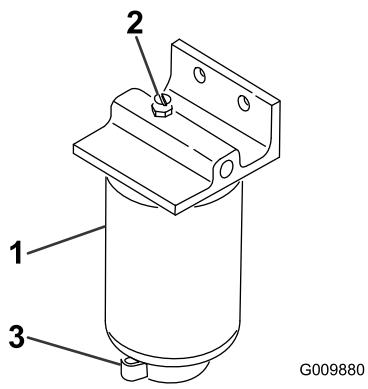

図 30
- 燃料フィルタ・水セパレータの上部にあるエア抜きプラグを開ける（図 30）。